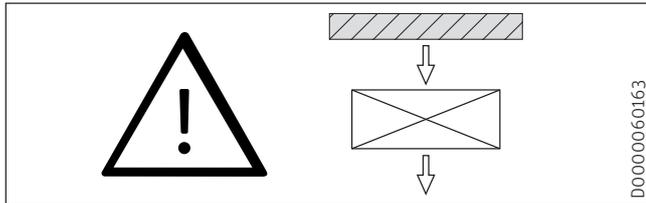

Fig. 3
- La pompa di calore è concepita per l'installazione davanti a una parete su una consolle verticale o a parete – Fig. 3. Rispettare le distanze minime. Se l'apparecchio viene installato all'aperto, proteggere l'ingresso aria sul lato aspirazione. In tal caso erigere una parete protettiva contro il vento. In entrambi i tipi di installazione è indispensabile posizionare un letto di ghiaia sotto l'apparecchio.